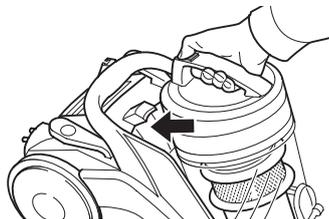

Abb. 22
7. Setzen Sie den Staubbehälter auf den Bodenstaubsauger auf. Drücken Sie den Staubbehälter kräftig in seine Konsole (Abb. 22), bis er hörbar einrastet.